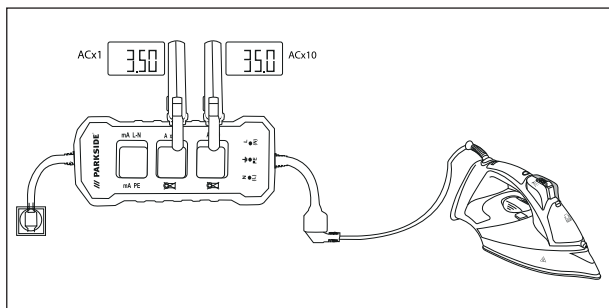

Abb. 1
- 4) Lesen Sie die Werte des Leitungsstroms am Ring **A x1** **2** ab oder teilen Sie den abgelesenen Wert des Rings **A x10** **3** durch 10 (siehe Abb. 1)